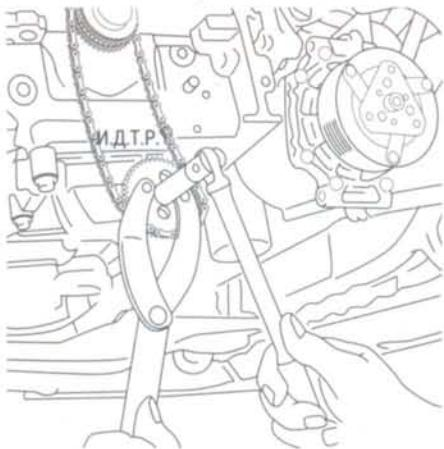

Рис. 5.37. Снятие звездочки привода масляного насоса
8. Выверните болт крепления звездочки масляного насоса (рис. 5.37), снимите звездочку со шкива, предварительно закрепив хомутом с целью.